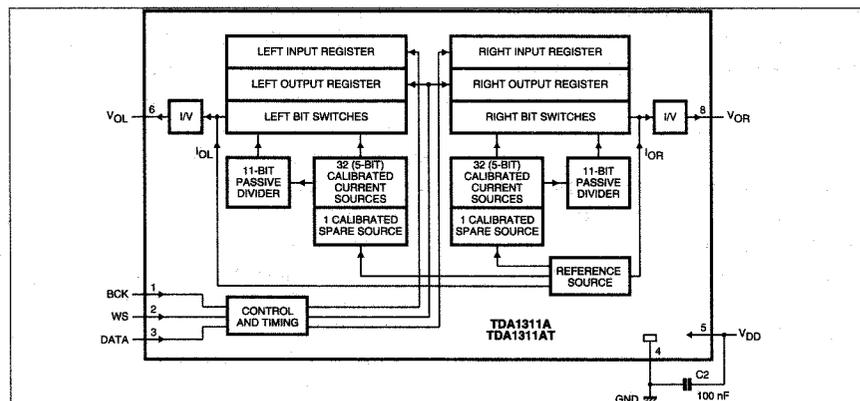

Рис. 17. Структурная схема ЦАП TDA1311A
ЦАП 7871 (рис.11, 13) TDA1311A(AT) выполнен на основе калиброванных источников тока (CC-DAC — Stereo Continuous Calibration DAC). Микросхема TDA1311A выпускается в корпусах DIP8 (SOT97-1), TDA1311AT — в корпусах SO8 (SOT96-1), структура микросхемы приведена на рис. 17. В ее состав входят: